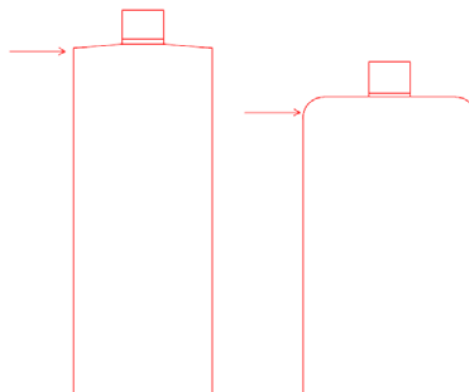

Figure 1 : Niveau de remplissage des bouteilles
- Il est important de remplir les bouteilles jusqu'au début du renflement de celles-ci comme le montre la Figure 1.